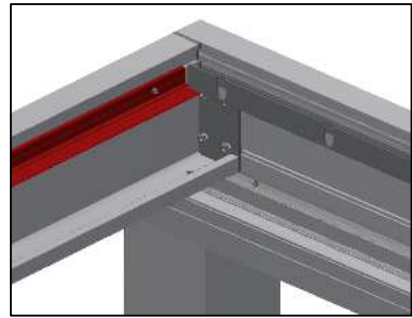

Abbildung 58
- » Nehmen Sie den Abschlusslamellenwinkel (26) und befestigen (53/vorbohren) sie ihn am motorgegenüberliegendem Stirnprofil Vorn mit der Bohrschraube (Abbildung 58)